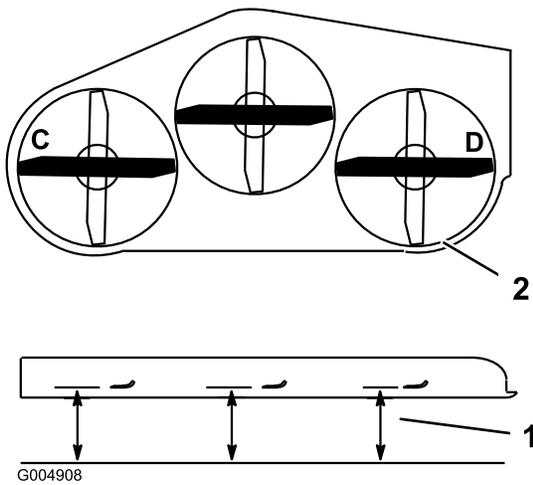
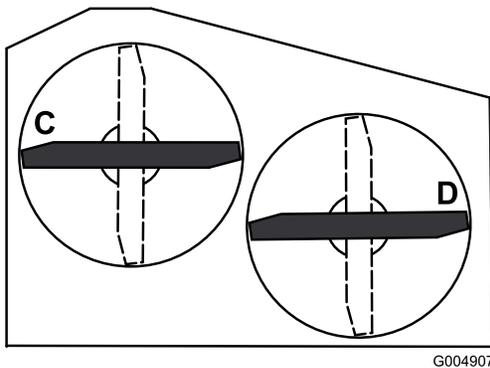

Figura 68
Figura 69
2. Coloque las cuchillas en posición lateral. Mida la cuchilla en las posiciones **C** y **D** desde una superficie nivelada hasta el filo de corte de las cuchillas (Figura 68). Para carcasas de corte de 36 pulgadas, consulte la Figura 69.